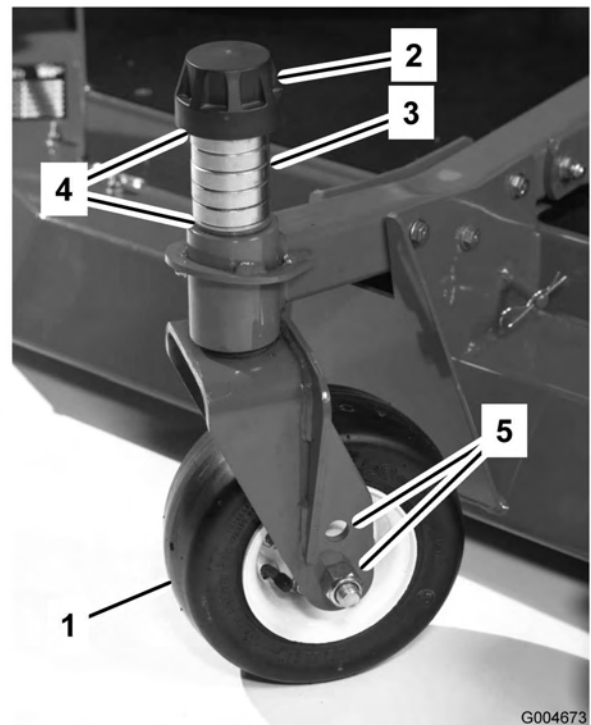

Figure 86
1. Enlevez le chapeau de tension de l'axe de pivot et sortez l'axe du bras pivotant (Figure 86). Repositionnez les cales pour élever ou abaisser la roue pivotante, selon les besoins, et obtenir la bonne inclinaison.